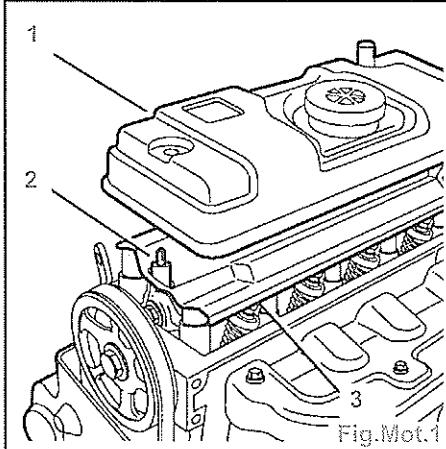

Fig.Mot.1
- Déposer (Fig.Mot.1) :
- le couvre-culasse (1) et son joint,
- les deux entretoises (2),
- la tôle déflectrice (3).